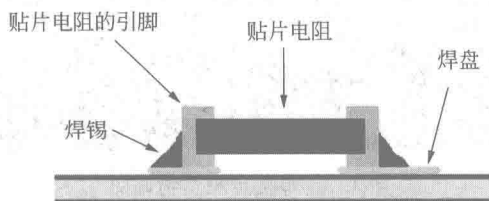

图 1.5 贴片式电阻电容的焊接
(1) 贴片式电阻电容的体积比较小,在移动时需要使用镊子来夹持。
(2) 贴片式电阻电容没有伸出很长的引脚。贴片式电阻电容一般将左右两个侧面制作成金属材质的,作为引脚。所以,贴片式元件的引脚不需要穿透板子。需要在元件放置的同一面进行焊接工作。焊好的贴片电阻电容如图1.5所示。